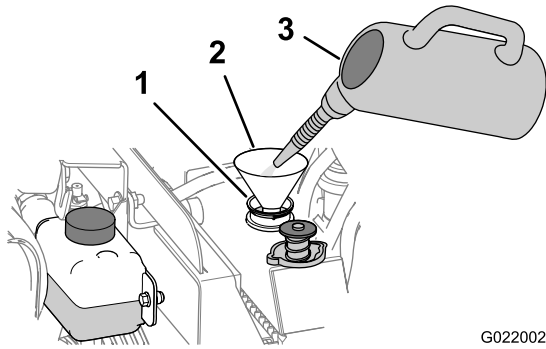

Figura 141
- Adicione uma solução para limpeza do sistema de arrefecimento no radiador através do bocal de enchimento (Figura 141).